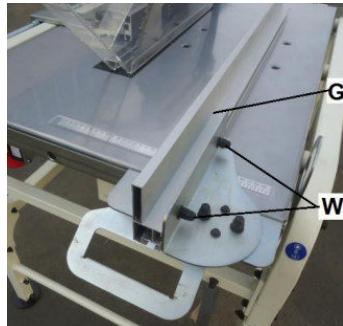
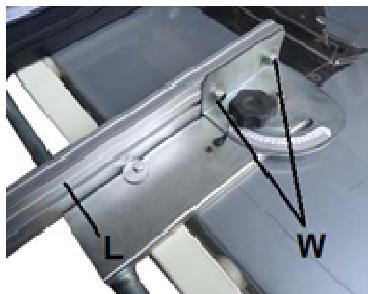

Рис. 26
Рис. 27
Используя 2 болта и гайки (W, Рис. 26, Рис. 27), прикрепите алюминиевый профиль (G) к корпусу параллельного упора.
- Используется в вертикальном положении (Рис. 26, Рис. 27) для распиливания широкой заготовки.